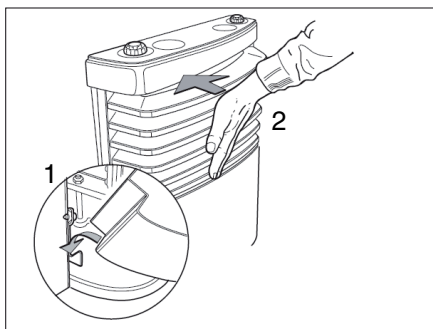

Fig. 102 Colocar el revestimiento de la calefacción
- Montar el revestimiento de la calefacción. Enganchar para esto el revestimiento en el soporte inferior (Fig. 102,1).
- Girar la tapa hacia dentro hasta oír que la palanca de bloqueo engatilla (Fig. 102,2).